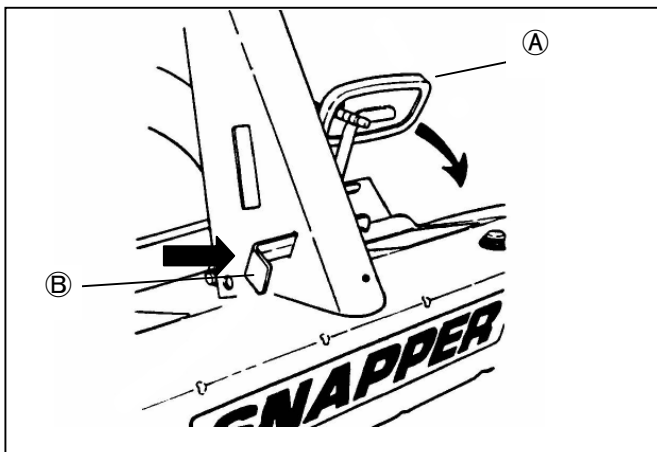

図5-8 駐車ブレーキのセット
3. クラッチ/ブレーキペダル(図5-8のA)を踏み込み、駐車ブレーキクラッチ(B)を押し込みます。クラッチ/ブレーキペダルを離しても駐車ブレーキがきいています。